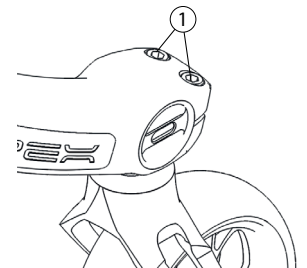

Abb. 22a
- Wenn das Lenkrollengehäuse nicht waagrecht ist, lösen Sie die Schrauben (1) (Abb. 22a)
- Schrauben (1) festziehen. Dadurch wird die Position des Lenkrads gehalten.